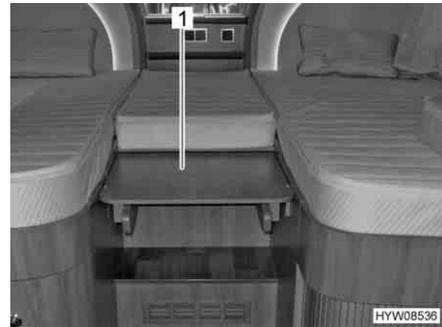

Fig. 99 Estrazione dell'ampliamento
- Afferrare ed estrarre l'ampliamento (Fig. 99,1). Insieme all'ampliamento viene estratta anche la scaletta.